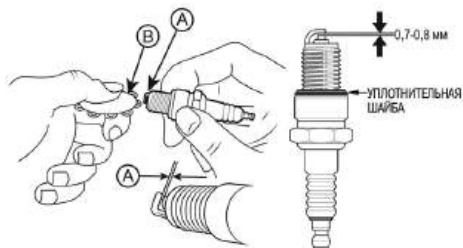

Рис. 26. Проверка межэлектродного зазора
- Измерьте зазор А между электродами свечи зажигания специальным щупом В. Зазор должен быть  $0,7-0,8$  мм (Рис. 26). При увеличении или уменьшении требуемого зазора, рекомендуется заменить свечу, так как регулировка зазора может привести к изменению качества искрообразования.